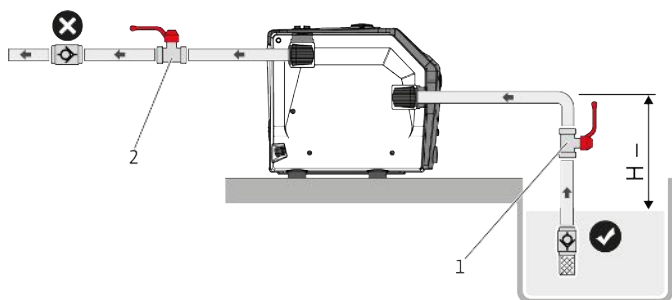
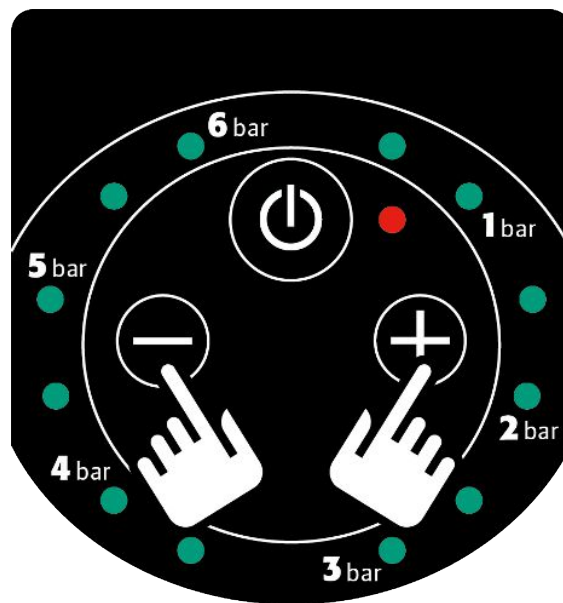

Fig. 7: Режим на засмукване
Fig. 10: Бутони за управление: + и -
1. Ако продуктът е инсталиран в режим на засмукване (Fig. 7), натиснете едновременно бутоните за управление „+“ и „-“ за 5 секунди (Fig. 10).
1. Затворете спирателния кран (Fig. 7 – поз. 1, 2) на смукателната и напорната страна.